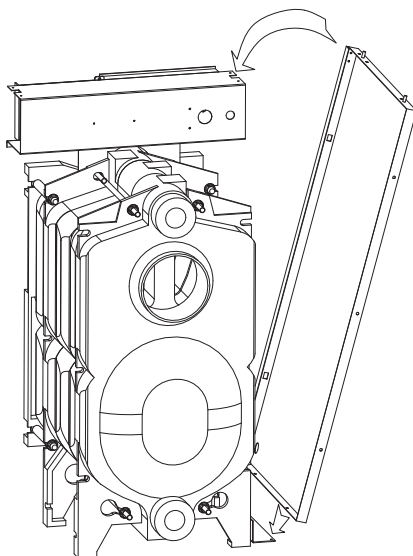

Рис. 10
- D: Боковые секции (3 и 4) нужно сначала привинтить на нижние консоли, а потом на верхнюю часть электрической панели управления (рис.10)
- E: Установите и закрепите заднюю секцию с использованием соответствующих винтов (5).
- G: На заднюю часть боковых секций с помощью штифтов прикрепите крышку (6).
- H: Переднюю секция (1) прикрепите на переднюю часть боковых секций тоже с помощью штифтов.
- I: Переднюю нижнюю доску (2) вложите в засечки на главной торцевой секции.